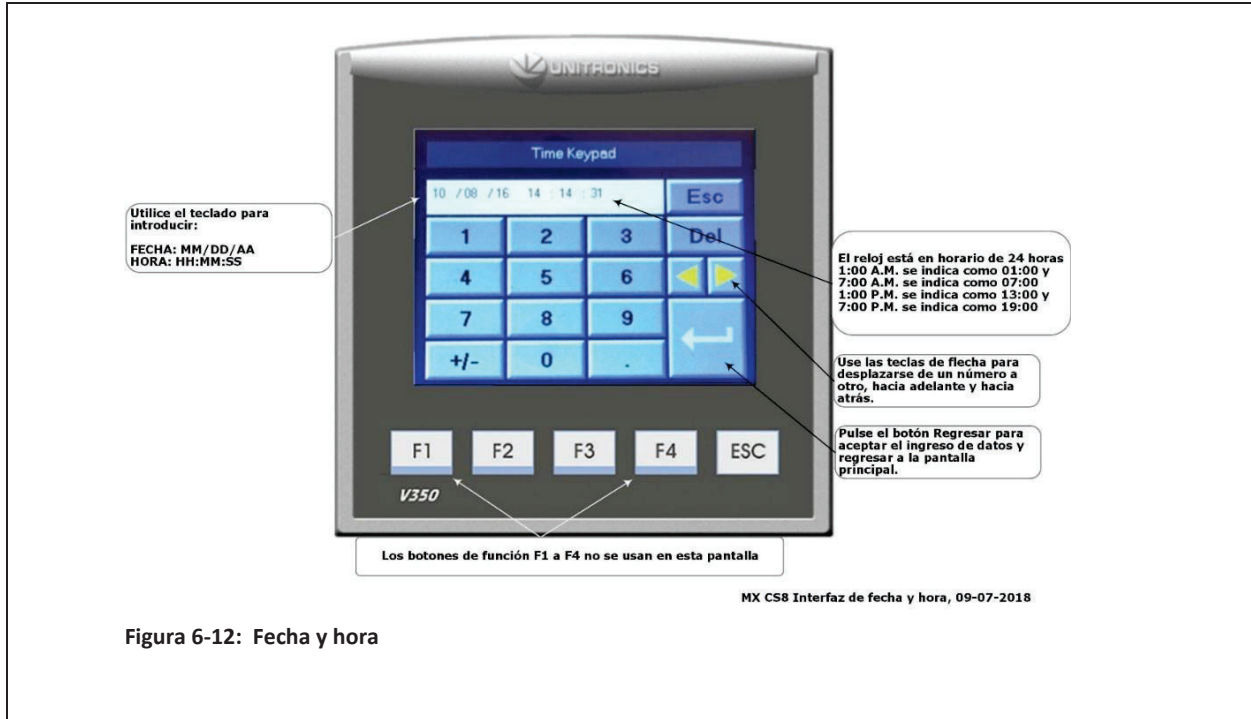

Figura 6-12: Fecha y hora
2. En la pantalla de la interfaz de fecha y hora, inserte la fecha: (MM/DD/AA) luego la hora: (HH:MM:SS). Use las teclas de flecha para avanzar a la izquierda o la derecha si un número no es correcto. La hora se expresa en formato de 24 horas, entonces 1:00 p. m. se ajusta como 13:00 horas. **Vea la Figura 6-12.**